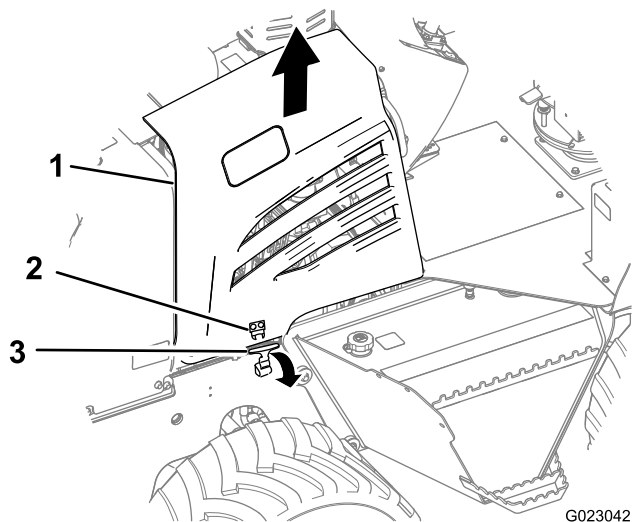

Рисунок 36
2. Потяните вверх за ручку защелки панели и отверните защелку, освободив ее от фиксирующего кронштейна (Рисунок 36).
3. Поднимите боковую панель прямо вверх и снимите ее с машины (Рисунок 36).
4. Потяните за ручку защелки панели наружу и отверните вверх, до совмещения с фиксирующим кронштейном (Рисунок 36).